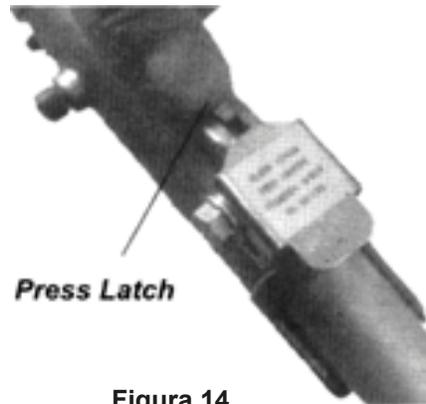

Figura 14
2. Presione el cerrojo. Esto soltará el seguro del acoplador. Vea la Figura 14